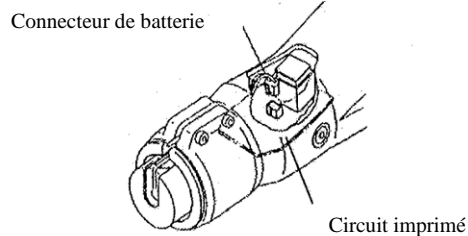

Fig. 7 : Retirer le connecteur de la batterie
1. Retirer le connecteur de batterie du circuit imprimé (figure 7).